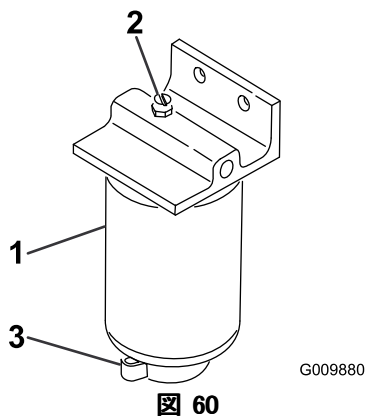

図 60
2. フィルタ容器（図 60）下部のドレン・プラグをゆるめて水や異物を流し出す。
1. フィルタ容器(図 60)の周辺をウェスできれいにぬぐう。